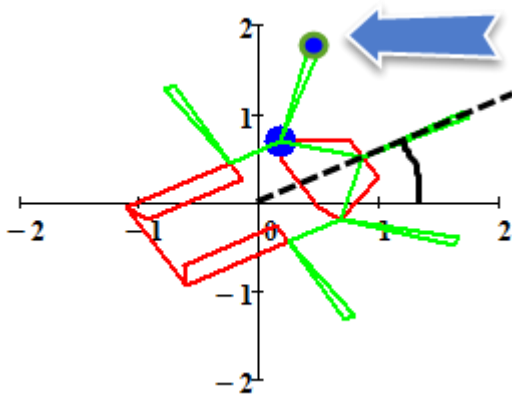

Рис.5 Отрисовка конца луча парктроника после поворота робота на угол
- Прибавить рассчитанный после поворота вектор луча к координатам данного парктроника после поворота робота, чтобы получить точку на конце луча парктроника после поворота (рис.5).